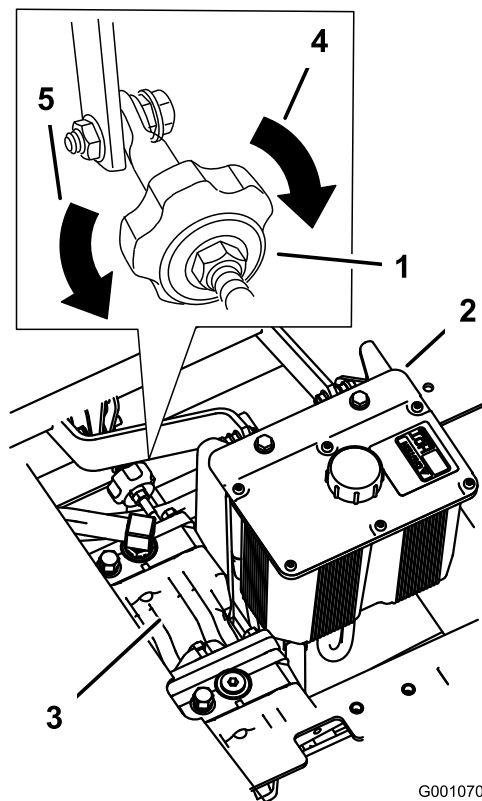

Figura 101
2. Ajuste la longitud de la varilla de la bomba girando el pomo, en el sentido apropiado, hasta que la rueda quede estacionaria o se mueva muy lentamente en marcha atrás (Figura 101).